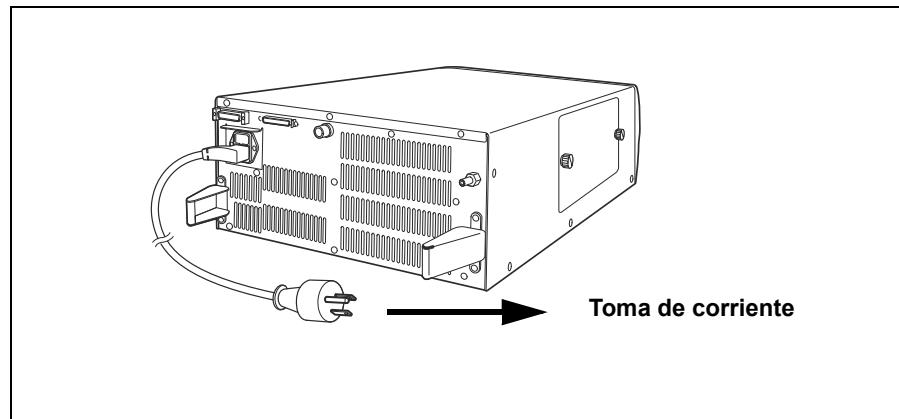

Figura 7.7
2. Conecte el cable de alimentación a la toma de corriente alterna de la fuente de luz y a continuación a la toma de pared (véase la figura 7.7).